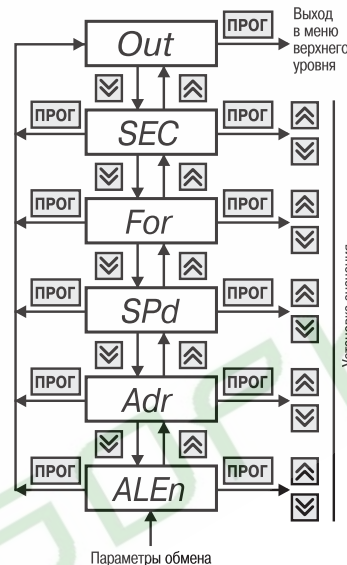

Рис. 19
6.2.2.8. Группа «rS» предназначена для задания значений параметров обмена при установленном в приборе модуле интерфейса связи RS-485 (рис. 19). Код доступа для данной группы «_11».